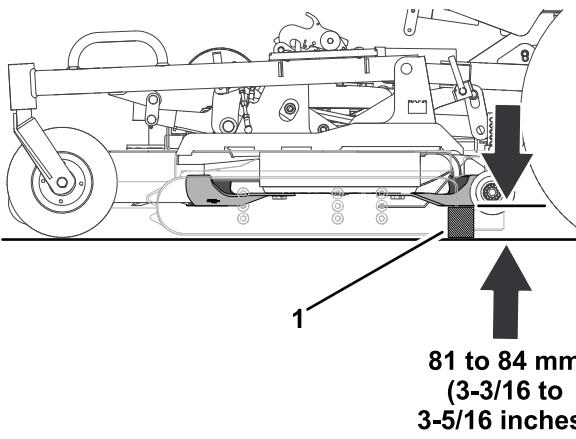

Figura 127
- Misurate la distanza tra il suolo e il punto più arretrato del tagliente della lama con un blocchetto di riscontro (Figura 127).